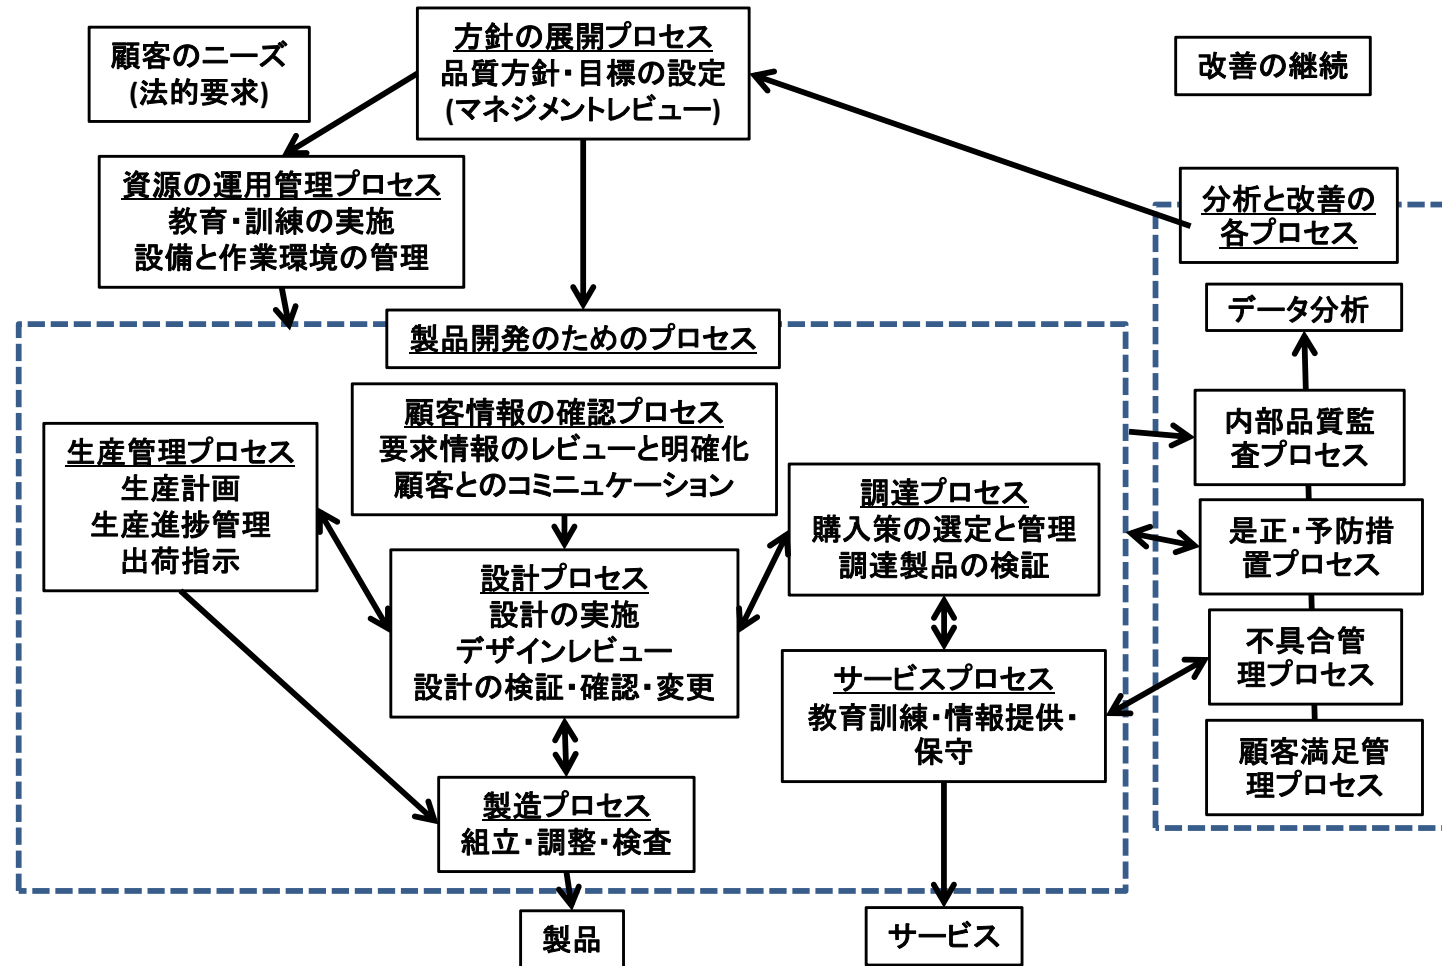

図3 品質マネジメントプロセス
- ①品質マネジメントシステムのために必要なプロセスを図3に示します。このプロセスでは、要求事項に対して各部門の責任と権限が明確にされます。
- ②プロセスの運用と管理の両者が効果的であるために、必要な判断基準と方法を明確にします。
- ③プロセスの運用と管理を支援するために必要な資源と情報を利用できるようにします。
- ④プロセスを監視、分析および改善します。
- ⑤プロセスが計画通りの結果を得られ、継続的に改善を達成するため、関連文書に従い運営管理を行います。これらのプロセス運営管理を、ISO9001の要求事項に従って行います。要求事項に対する製品の適合性に影響を与えるプロセスの外注はしない。ただし、外注を行う場合には、購買文書に技術的要求と管理要求を明確にし、管理を確実に行います。
(2) 文書化に関する要求事項